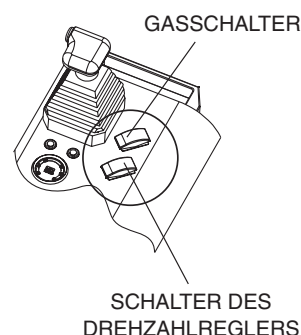

Figure 14. Schalter des Drehzahlreglers
1. Drücken Sie den Schalter des Drehzahlreglers (Figure 14), um den Drehzahlregler zu aktivieren. Die LED-Anzeige des Schalters leuchtet, wenn der Drehzahlregler eingeschaltet ist.